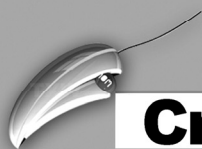

图 1-48 “层属性”对话框
3) 选择所需的特征作为该层的项目，包含在层中的项目以“+”符号表示，如图 1-48 所示。